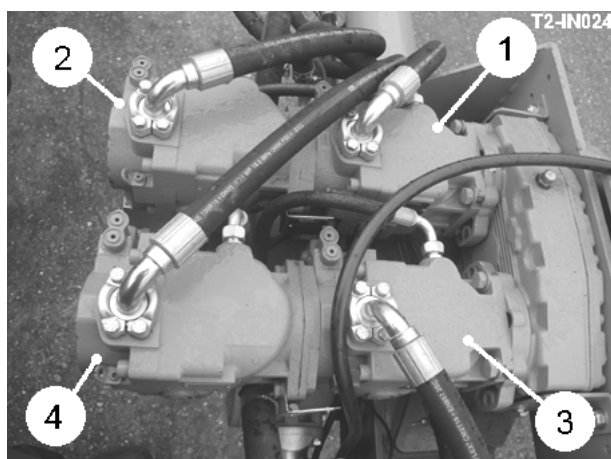
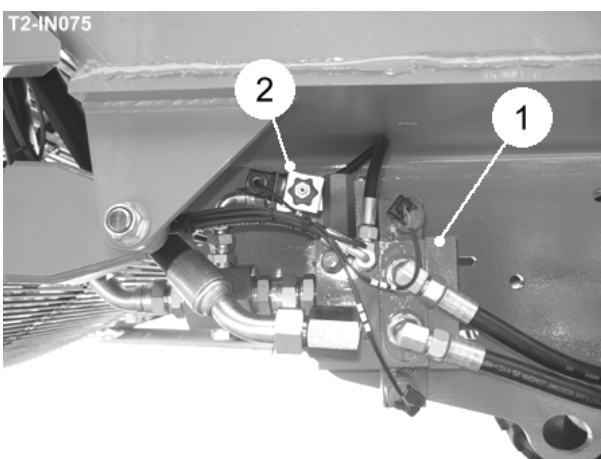
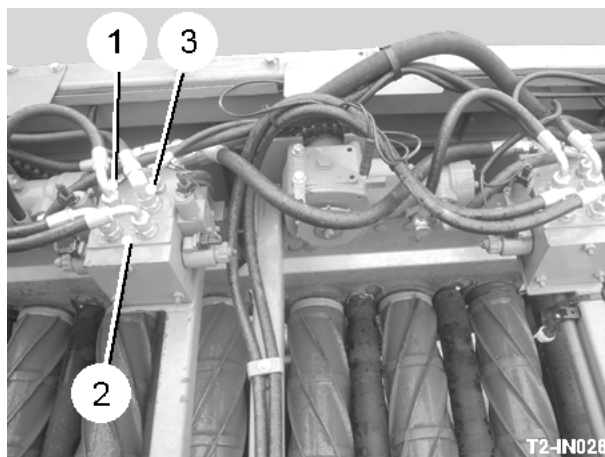

Fig 27
Fig 28
Fig 29
La pompe (item 1, fig 27) fournit l'essieu propulsé. De la pompe l'alimentation est dans la valve (item 1, fig 28). La promenade de l'essieu est changée pour avancé et renverse en phase terminale de la boîte de l'esclave ou le service. Le  bouton outrepassa la valve du contrôle de la pression externe (item 2, fig 28) et apporte la pression du système maximale au maximum de la pompe.
La pompe (item 2, fig 27) propulse la 2e Unité du séparateur de l'Oméga. De la pompe l'alimentation est dans la valve (see fig 29). Sur / fermé contrôle et la vitesse du manuscrit est en phase terminale proportionnellement contrôlée du service. La motte que les rouleaux sont dans un circuit de la série nourri d'une valve double-provisoire qui autorise la motte rouleau mis pour être renversé. Cela permet aussi à l'opérateur de renverser les rouleaux pour projeter une obstruction. Une valve du renversement manuelle est allée à chaque motte moteur du rouleau qui permet aux rotations individuelles d'être mis. La section de la valve restante nourrit l'unité du transfert de l'Oméga. Un transducteur de la pression est monté à côté des moniteurs du filtre du circuit la pression active dans le circuit.
La pompe (item 3, fig 27) propulse le tissu de l'excavateur, en tamisant tissu et agitateurs rotatifs. De la pompe l'alimentation est dans la valve (see fig 30). Sur / fermé et le contrôle de la vitesse est en phase terminale du service. La vitesse du tissu de l'excavateur devrait être ajustée pour donner prendre-loin une récolte logique des parts et la vitesse du tissu tamisant devrait être ajustée pour donner prendre-loin une récolte logique du tissu de l'excavateur. Les agitateurs devraient être utilisés au minimum pour séparer le sol dégagé de la récolte.
La pompe (item 4, fig 27) propulse la 1ère unité du séparateur de l'Oméga. De la pompe l'alimentation est dans la valve (see fig 31). Sur / fermé contrôle et la vitesse du manuscrit est en phase terminale proportionnellement contrôlée du service. La motte que les rouleaux sont dans un circuit de la série nourri d'une valve double-provisoire qui autorise la motte rouleau mis pour être renversé. Cela permet aussi à l'opérateur de renverser les rouleaux pour projeter une obstruction. Une valve du renversement manuelle est allée à chaque motte moteur du rouleau qui permet aux rotations individuelles d'être mis.